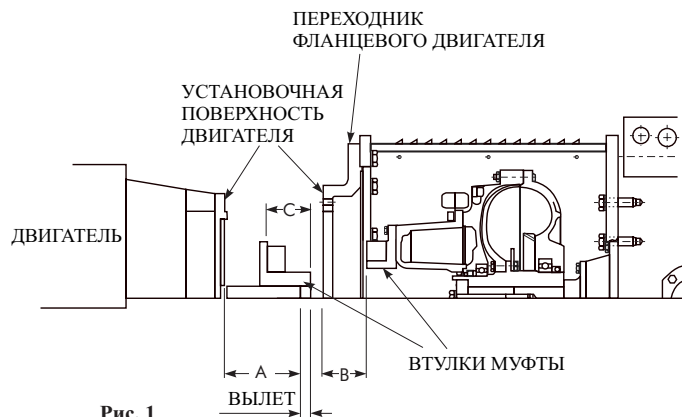

Рис. 1
Чтобы обеспечить правильный зазор муфты, необходимо правильно расположить втулку муфты в осевом направлении на валу двигателя. Чтобы определить правильный вылет вдоль вала двигателя, нужно провести измерения (см. рис. 1). Вначале измерьте расстояние от установочной поверхности двигателя на самом двигателе до конца вала двигателя (А). Затем измерьте расстояние от установочной поверхности для двигателя на переходнике двигателя до торца втулки зубчатой передачи (В). Обратитесь к инструкциям по установке и техническому обслуживанию муфты, чтобы определить требуемый зазор муфты. Вылет муфты определяется следующим соотношением:
**ПРИМЕЧАНИЕ.** Для муфт, у которых нет зазора на конце втулки двигателя, необходимо выполнить дополнительную настройку. См. размер С на рис. 1.